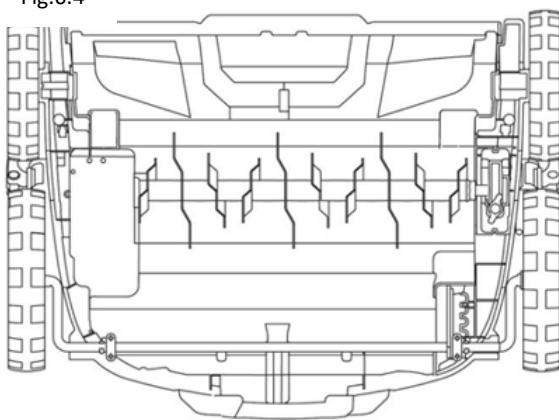

Fig.6.5
82. Uso del rodillo aireador (Fig. 6.5)
- Inserte el sistema de cuchillas aireadoras invirtiendo el procedimiento para retirar el sistema de cuchillas escarificadoras (Fig. 6.5).